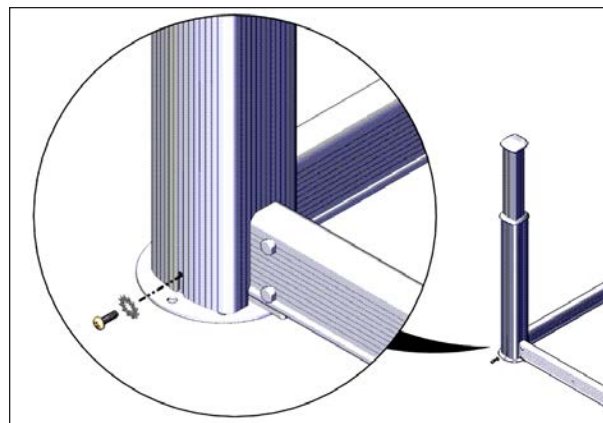

FIGURE 77: VIS DE VERROUILLAGE DU MANCHON
1. Dévisser partiellement la vis à tête cruciforme M6 x 20 mm située à la base du manchon externe de la colonne, voir Figure 77.